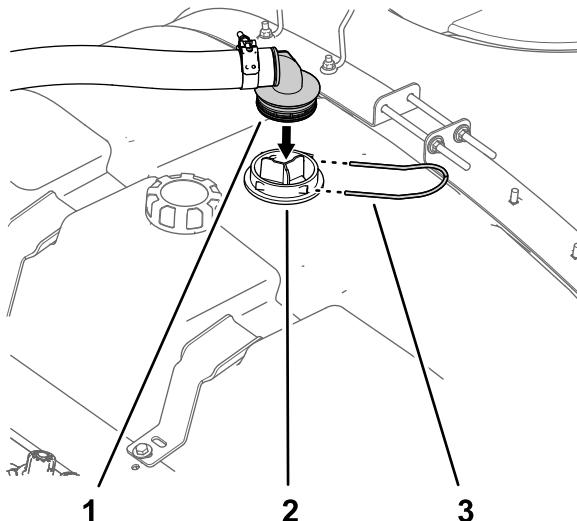

Рисунок 2
1. В верхней части бака опрыскивателя снимите крепежную вилку, с помощью которой прямогоугольный штуцер типа «елочка» шланга всасывания подсоединяется к корпусу сетчатого фильтра линии всасывания, и отделите штуцер типа «елочка» от корпуса (Рисунок 2).
2. Снимите прямоугольный штуцер с корпуса сетчатого фильтра линии всасывания (Рисунок 2).